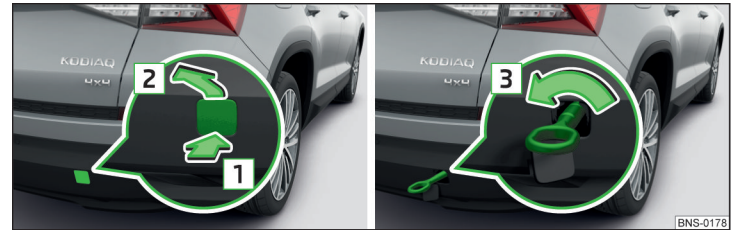

Fig. 353 Retirer le cache / monter l'oeillet de remorquage
- Pour **enlever** le cache, appuyez sur le cache dans le sens de la flèche [1] et enlevez celui-ci dans le sens de la flèche [2] » fig. 353.
- Pour le **montage**, vissez l'œillet de remorquage manuellement à fond dans le sens de la flèche [3] » fig. 353.